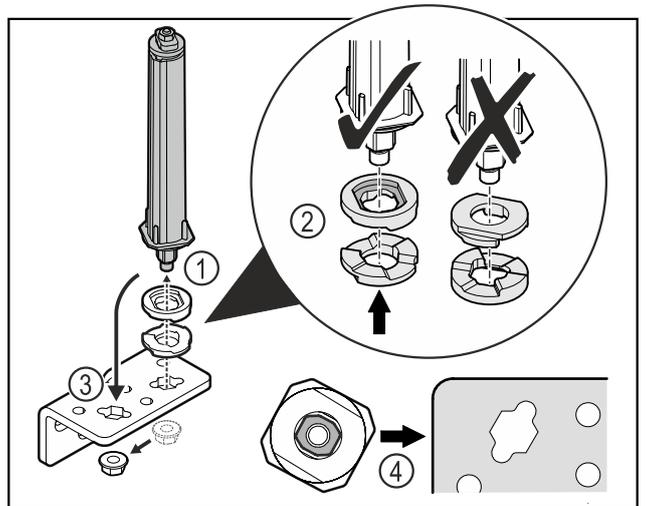

Fig. 52
- ▶ Mutter lösen und Türschließsystem entfernen Fig. 52 (1).
- ▶ Auf die korrekte Ausrichtung der Höhenverstellsscheiben achten Fig. 52 (2).
- ▶ Türschließsystem im Scharnierwinkel einsetzen und mit der Mutter fixieren Fig. 52 (3).
- ▶ Beim Einsetzen auf die korrekte Ausrichtung des Türschließsystems achten Fig. 52 (4).